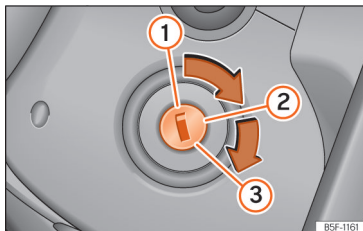

Fig. 82 Fechadura da ignição
- Rode a chave para a posição »» **Fig. 82 ②**.
- Continue a rodar a chave para a posição »» **Fig. 82 ③** sem pressionar o acelerador.
- Quando o motor arrancar, solte a chave. Ao soltá-la, a chave volta para a posição ②.
- Veículos com fechadura da ignição: Rode a chave até à posição »» Fig. 82 ①.
- Veículos com botão de arranque: Pressione brevemente o botão de arranque »» Fig. 82.